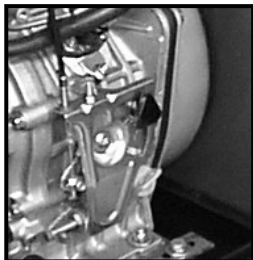

Рис. 7
2) Двигатель Йанмар: Перевести рычаг акселератора, расположенного на двигателе (смотри рис. 7), вверх; дождаться полной остановки двигателя; перевести ключ в положение "OFF".